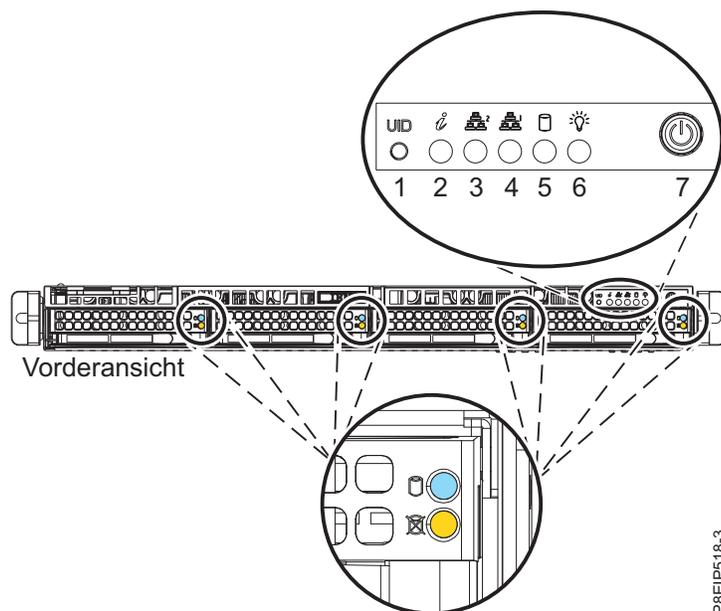

Abbildung 66. Netzschalter beim System vom Typ 7063-CR1
2. Drücken Sie den Netzschalter (7) (siehe Abb. 66). Sie müssen den Schalter 0,5 bis 3 Sekunden lang gedrückt halten.